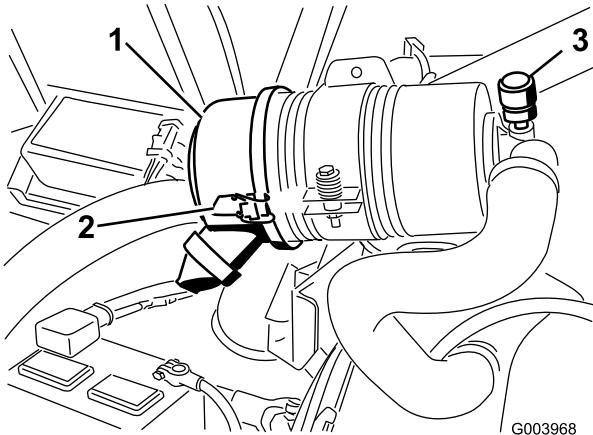

図 52
エアクリーナのフィルタの整備は、インジケータ図52が赤色になってから行ってください。早めに整備を行っても意味がありません。むしろフィルタを外したときにエンジン内部に異物を入れてしまう危険が大きくなります。
1. エアクリーナのカバーをボディーに固定しているラッチを外す図52。